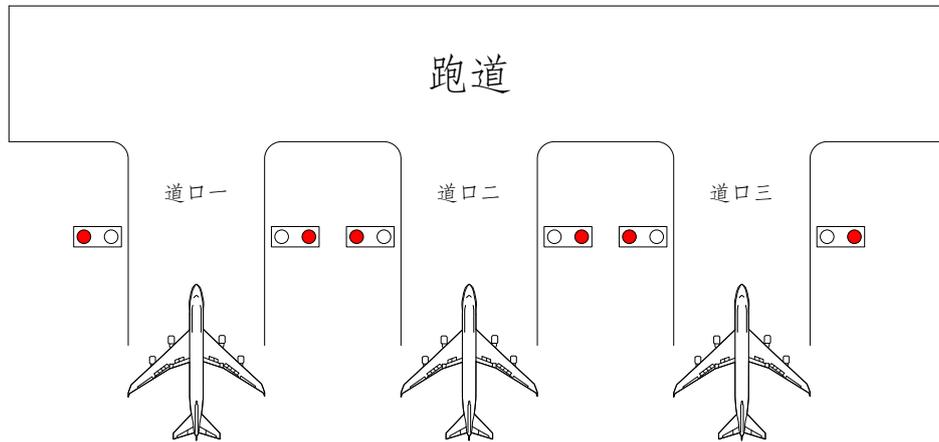

图 1 初始/等待状态示意图
- 2、系统配置如图 1，灯光回路由恒流调光器驱动；为每一盏指示灯配备单灯监控单元，灯光站内设置单灯监控柜，以电力线载波通讯方式实现对各道口指示灯的监控；在灯光站或塔台设置控制终端，通过光纤网络连接至灯光站单灯监控柜，用于飞机的放行控制（如配有助航灯光监控系统，可将单灯监控系统接入，在监控系统终端界面上对放行指示系统进行控制）。
灯具通过 2 英寸易折件安装在灯具底盘上。(图 1)